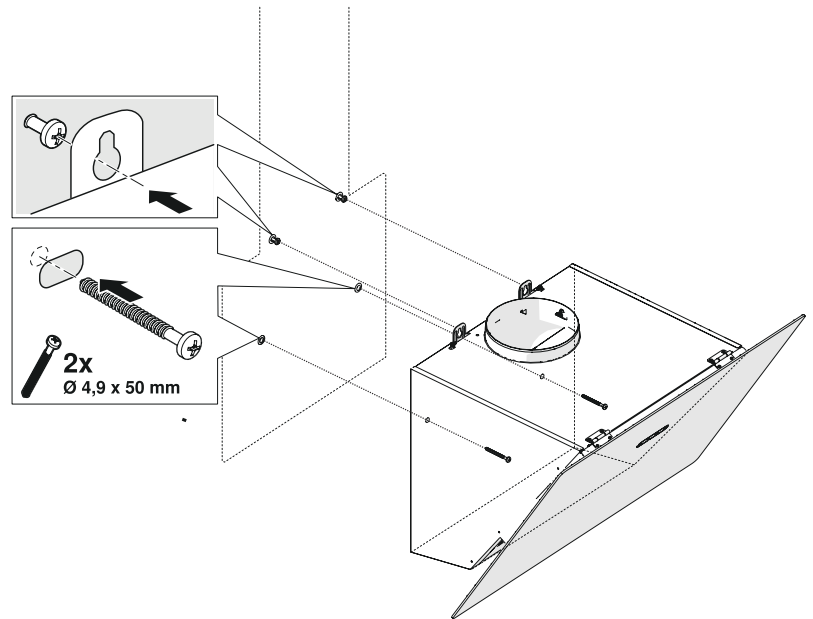

Fig. 12
1. ➤ Tenez l'appareil par son corps et placez-le sur les vis de suspension sur le mur et serrez les vis (Fig. 12).
2. ➤ Fixer l'appareil avec vis 4.9x50 à travers le trou de montage à l'intérieur de l'appareil (Fig. 12).